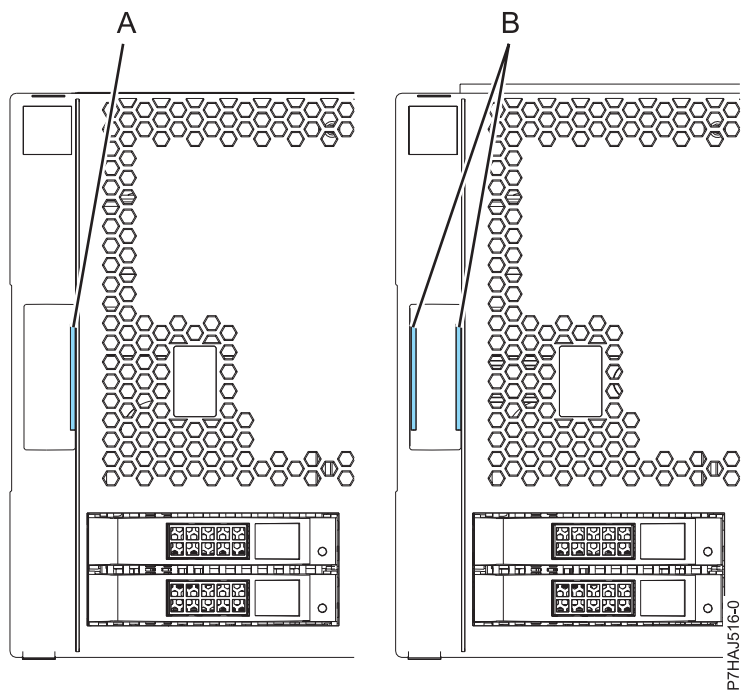

Figure 95. Identification des capots anciens et nouveaux
**Remarque :** Les anciens capots (expédiés avant le 1er mars 2011) sont reconnaissables à la bande bleue unique (A) située sur les taquets du capot. Les nouveaux capots possèdent deux bandes bleues (B). Voir figure 95, à la page 125.